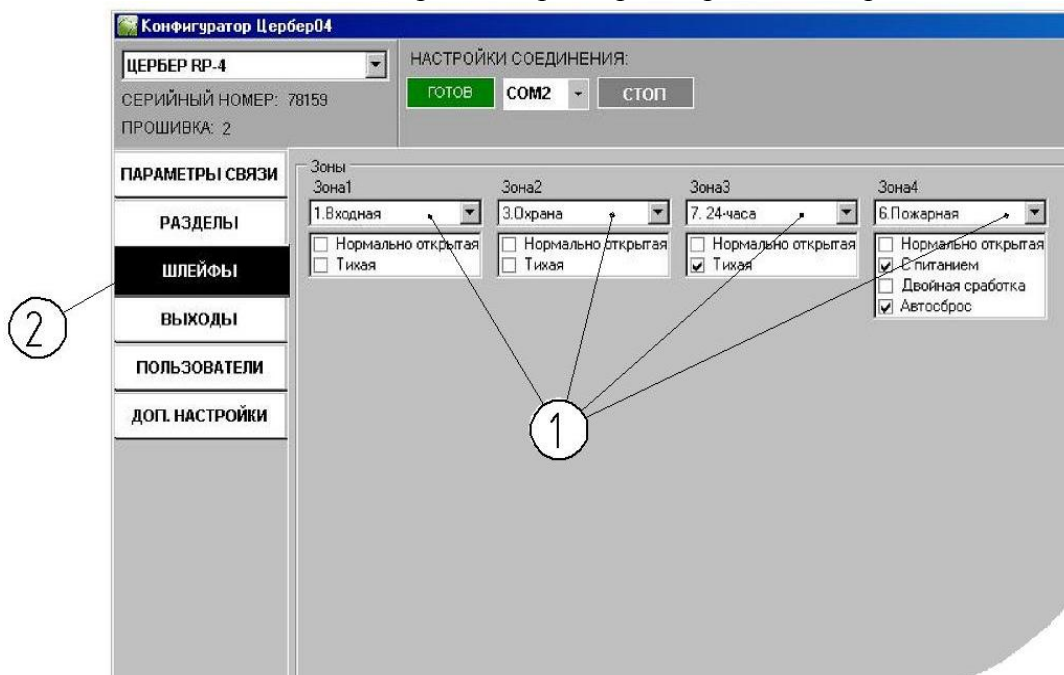

Рис.8
12. Кнопка перехода в меню настройки параметров охранно-пожарных зон прибора (Рис.8).